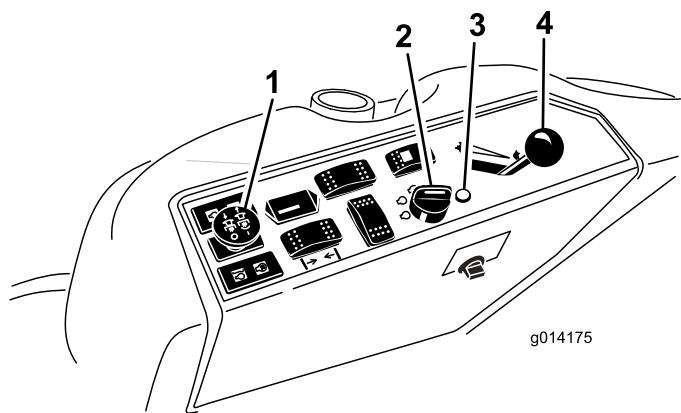

Рисунок 9
- Переведите выключатель механизма отбора мощности в положение ВЫКЛ. (Рисунок 9).
- Сдвиньте рычаг дроссельной заслонки в среднее положение между Slow ("Медленно") и Fast ("Быстро") (Рисунок 9).